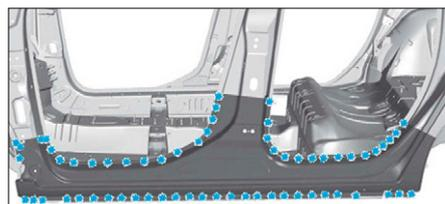

FIG. 96
- Dépointer et fraiser comme illustré (**Fig.96**).